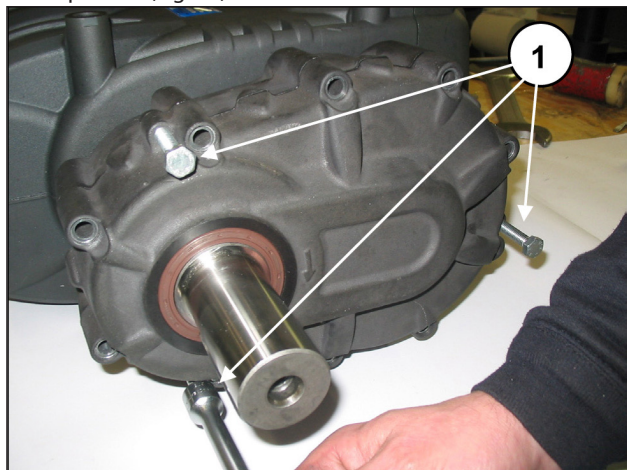
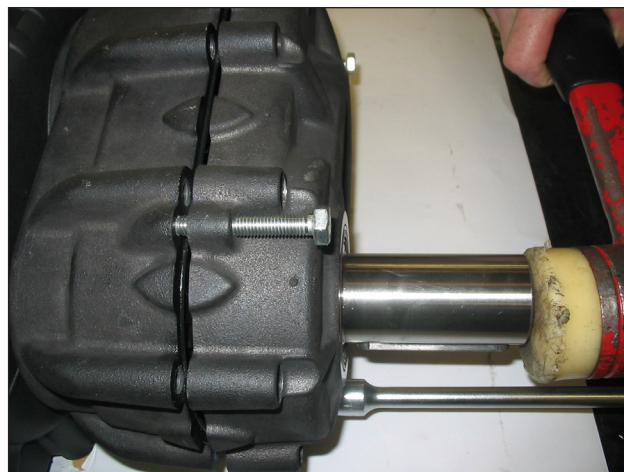

Fig. 16
Fig. 17
- Posizionare negli appositi fori ed avvitare n. 3 grani o viti filettate M8 (Fig. 16, pos. ①) con la funzione di estrattori e contemporaneamente battere sul pignone in modo che il cuscinetto rimanga sullo stesso durante l'estrazione del coperchio (Fig. 17).